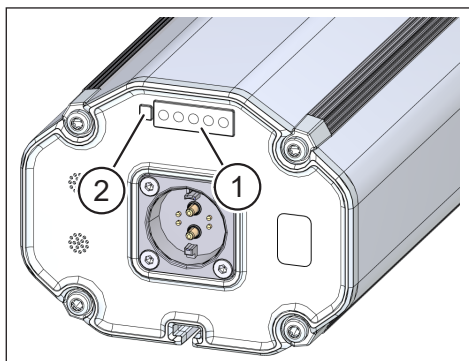

Fig. 26: Affichage de l'état de charge sur la batterie Haibike Intube 630 Wh
Durant le chargement cinq LED vertes (pos.1 dans Fig. 26) signalisent l'état de charge de la batterie par pas de 20 %. Une fois la batterie entièrement chargée, les LED s'éteignent.
Si la batterie n'est pas en cours de charge, l'état de charge peut être interrogé en actionnant le bouton (pos. 2 dans Fig. 26) à côté des LED,